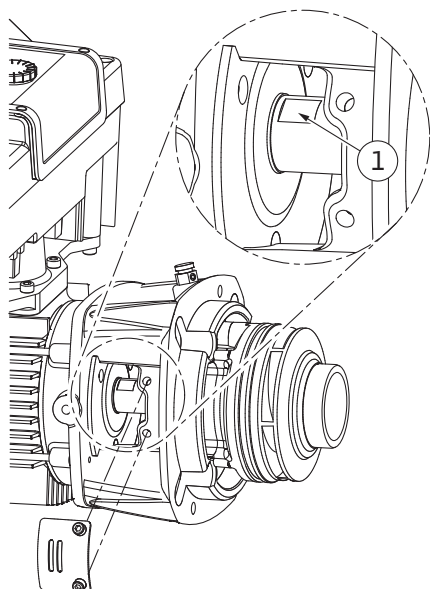

Fig. 100: Schlüsselflächen auf Welle
14. Einen Maulschlüssel (SW22 mm), in das Laternenfenster einführen und die Welle an den Schlüsselflächen festhalten (Fig. 100, Pos. 1). Die Laufradmutter (Fig. I, Pos. 22) ausdrehen. Das Laufrad (Fig. I, Pos. 21) wird automatisch von der Welle abgezogen.
3. Einen Maulschlüssel (SW22 mm), in das Laternenfenster einführen und die Welle an den Schlüsselflächen festhalten (Fig. 100, Pos. 1).